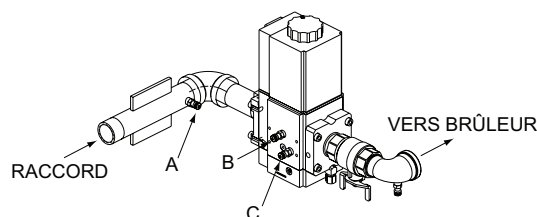

Figure 54. Emplacements de mesure de pression de gaz
2. Connectez un manomètre gradué de 12 po à un point de purge situé en amont, sur le tuyau d'alimentation en gaz de l'appareil (point de mesure "A", Figure 54).
3. Connectez un manomètre gradué de 24 po à un point de mesure de pression situé près du robinet d'arrêt, en aval de la vanne de gaz (point de mesure "C", 82, à la **Figure 54**).